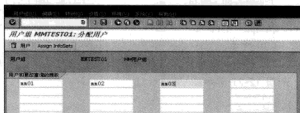

图 12-16 “分配用户”界面
STEP 3 在输入用户组的描述后，单击“”按钮。接下来系统会要求输入“开发类”和“传输请求号”，完成后同样单击“”按钮创建完成。此时单击“分配用户和功能区”按钮，会显示刚才创建用户组的“分配用户”界面，如图 12-16 所示。